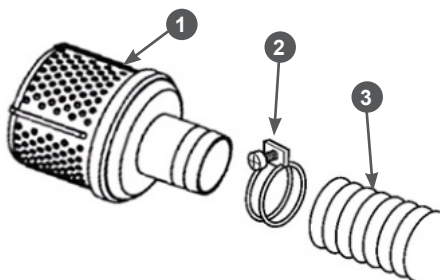

Рис. 10 Установка всасывающего фильтра
2. Наденьте до упора всасывающий рукав 3 на патрубок всасывающего фильтра 1 и затяните его хомутом 2 (Рис. 10).